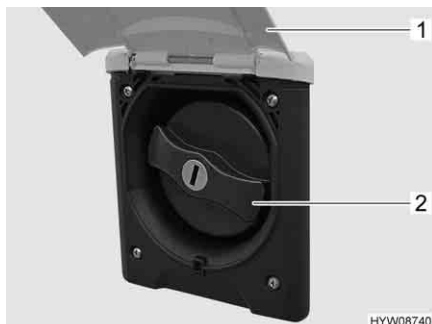

Fig. 92 Coperchio per bocchettone di riempimento dell'acqua potabile
- Sollevare lo sportello esterno (Fig. 92,1).
- Ruotare il coperchio blu (Fig. 92,2) di un quarto di giro.